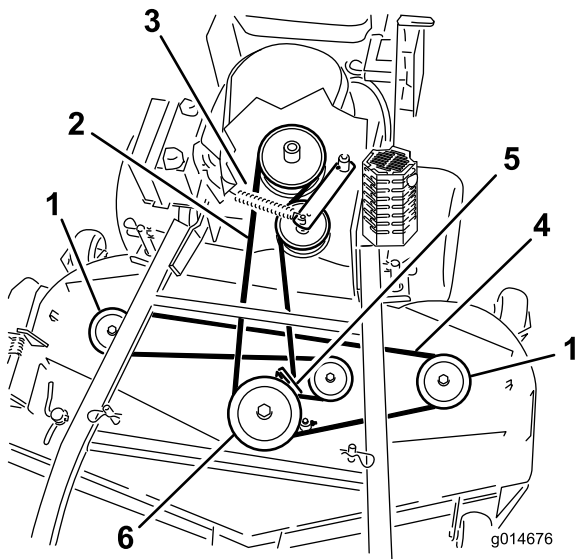
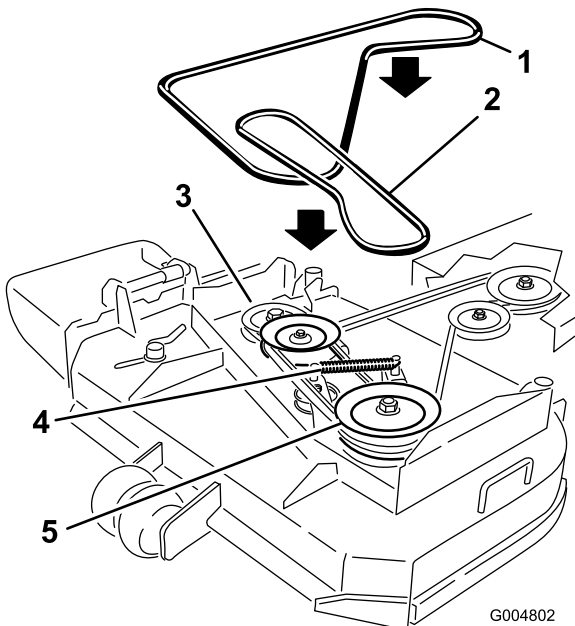

Figure 49
Figure 50
6. Décrochez le ressort du bras de la poulie de tension pour réduire la tension sur le bras et la poulie de tension, puis enlevez la courroie usagée (Figure 49 ou Figure 50).
7. Placez une courroie neuve autour des deux poulies d'axe extérieures, de la poulie de tension et dans la gorge inférieure de la poulie d'axe double (Figure 49 ou Figure 50).
8. Raccrochez le ressort du bras de tension (Figure 49 ou Figure 50).
10. Réglez l'écartement entre le guide et la courroie à 3 mm (1/8 po) (Figure 49 ou Figure 50).